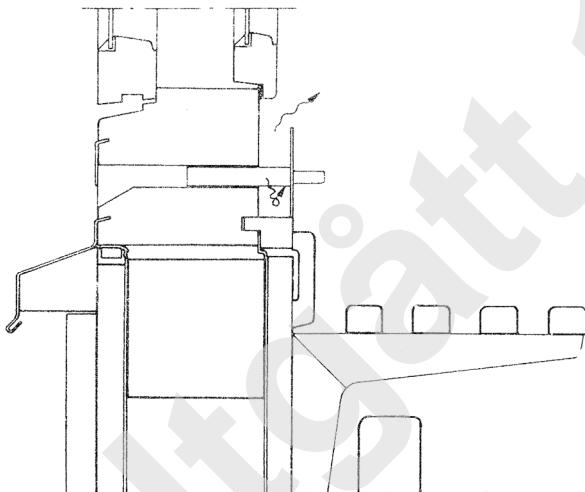

Fig. 37.
- 37 Luftekanner i underkarmen utføres i prinsippet på samme måte og med de samme mål som for overkarmen, se fig. 37.